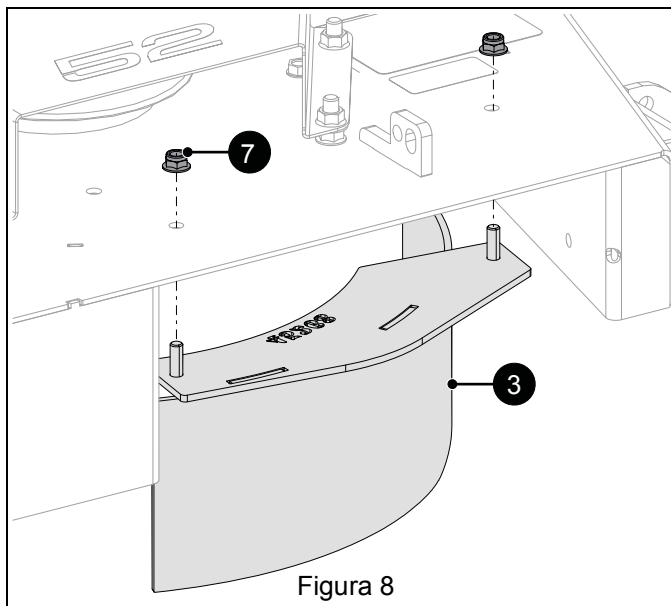

Figura 8
3. Fissare il deflettore di scarico (elemento 3) all'apparato di taglio con due dadi a collare in nyloc da 5/16". Vedere la Figura 8.